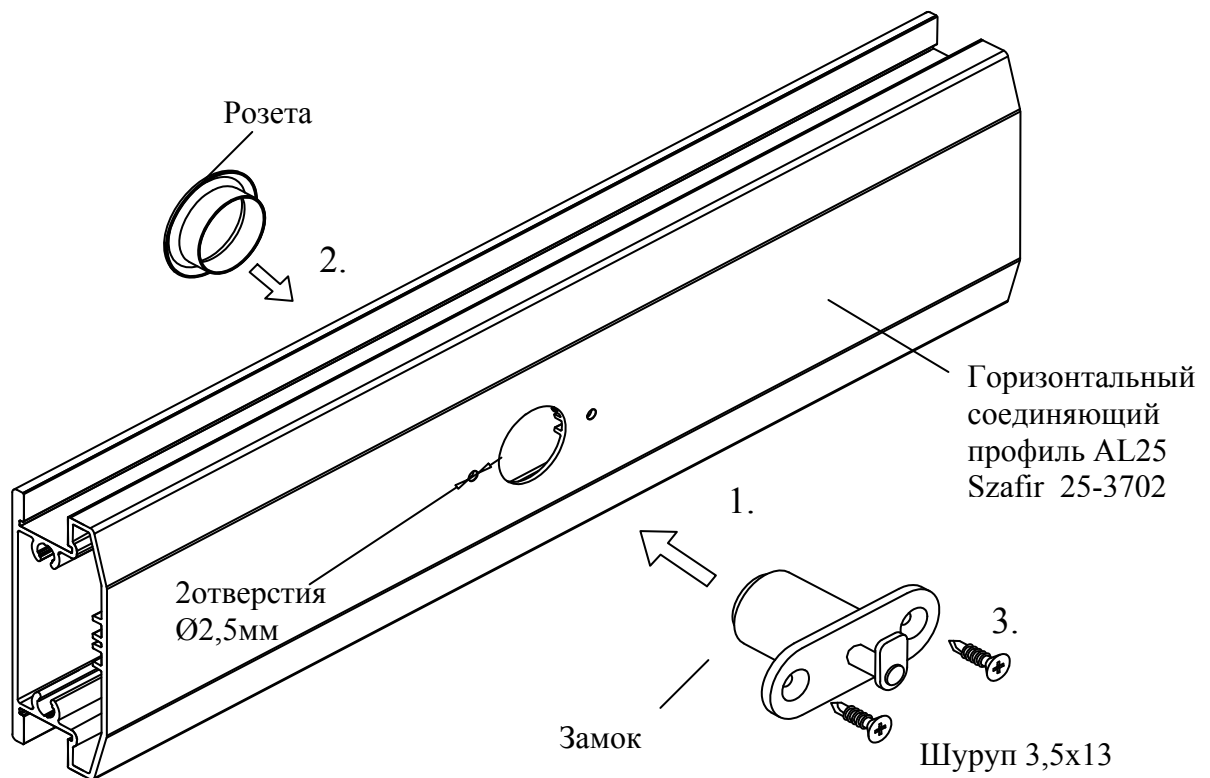

Рис. 12. Монтаж замка **верхней блокировки** в горизонтальном соединяющем профиле.
Просверлить сквозное отверстие под замок. Отверстия под шурупы сверлить только в задней стенке горизонтального профиля «блокировки» (рис. 10/ рис. 12). Отверстия можно просверлить фрезой, используя шаблон для монтажа блокировки (стр.17).
**c)** В горизонтальном профиле, до монтажа блокировки, прикрепить замок согласно схеме представленной на рис.12.
Провести монтаж замка согласно очередности цифр представленных на рис.12.